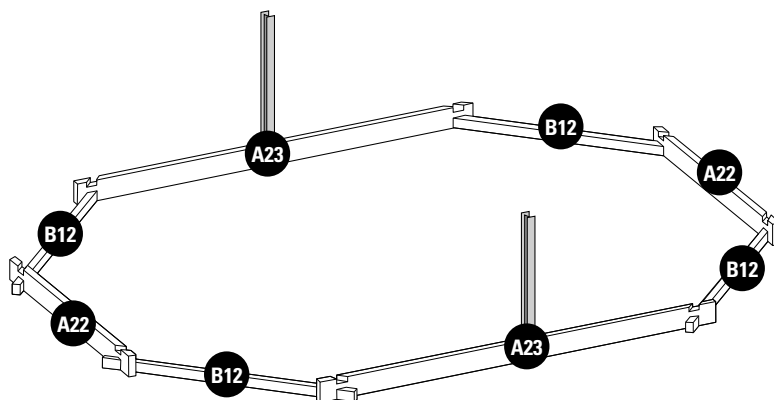

Fig. 1 / Abb. 1 / Afb. 1
**INSTALLATION OF THE FIRST LAYER OF BOARDS:** • Build the first layer placing boards (A22), (A23) and (B12) as shown by figure 1. • Adjust the shape of the pool using the inside dimensions indicated in the installation diagram (see page 43). • The drawing shows the inside dimensions of the pool for the different opposing diagonals. After having installed the first layer, you should check the inside dimensions of the pool.
**POSITIONNEMENT DE LA 1ÈRE RANGÉE DE MADRIERS :** • Constituez la première rangée, en disposant les madriers (A22), (A23) et (B12) comme indiqué sur la figure 1. • Ajustez la forme de la piscine en vous aidant des dimensions intérieures indiquées sur le plan d'implantation (Voir page 43). • Le plan donne les dimensions intérieures du bassin pour les différentes diagonales opposées.
**POSITIONIERUNG DER ERSTEN REIHE VON BRETTERN:** • Errichten Sie die erste Reihe, indem Bretter (A22), (A23) und (B12) platzieren, wie Abb. 1 zeigt. • Passen Sie die Form des Pools an, indem Sie die angezeigten Innenmaße verwenden, die in der Einbauzeichnung (Siehe Seite 43) aufgeführt sind. • Die Zeichnung zeigt die Innenmaße des Pools für die verschiedenen gegenüberliegenden Diagonalen.
**PLAATSING VAN DE EERSTE RIJ PLANKEN:** • Construeer de eerste rij door het plaatsen van planken (A22), (A23) en (B12) zoals te zien is op afbeelding 1. • Plan de vorm van het zwembad aan waarbij u gebruik maakt van de interne afmetingen die zijn aangegeven op het montageplan (Zie pagina 43). • Het plan geeft interne afmetingen van het zwembad aan voor de verschillende tegenover elkaar liggende diagonale lijnen.